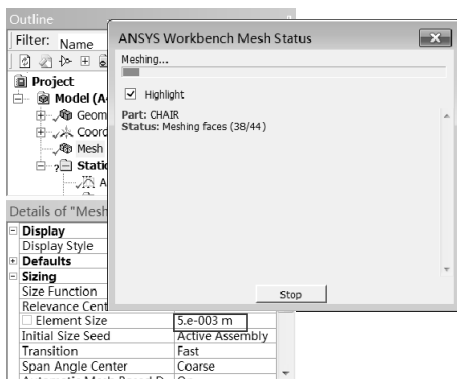
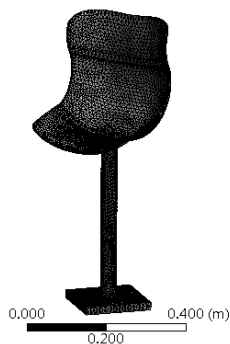

图 5-17 生成网格
图 5-18 网格效果
Step2：在 Outline（分析树）中的 Mesh 选项右击，在弹出的快捷菜单中选择 Generate Mesh 命令，此时会弹出如图 5-17 所示的进度显示条，表示网格正在划分，当网格划分完成后，进度条自动消失。最终的网格效果如图 5-18 所示。